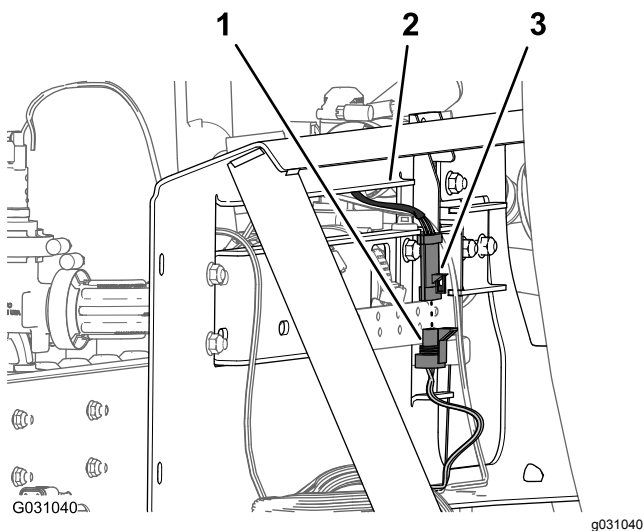

Figura 103
6. Collegare il connettore a 3 pin per il cablaggio della valvola dell'agitatore al connettore a 3 prese della diramazione del cablaggio preassemblato da 203 cm contrassegnato con **Valvola dell'agitatore** (Figura 103).